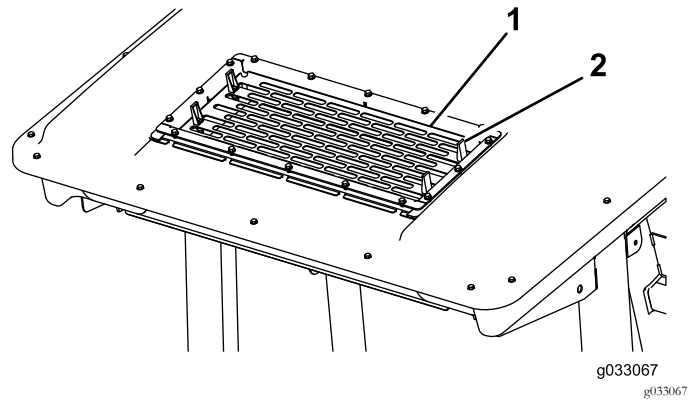

图57
2. 提起空调滤网图57上的4个凸耳然后将滤网从驾驶室顶部取出。